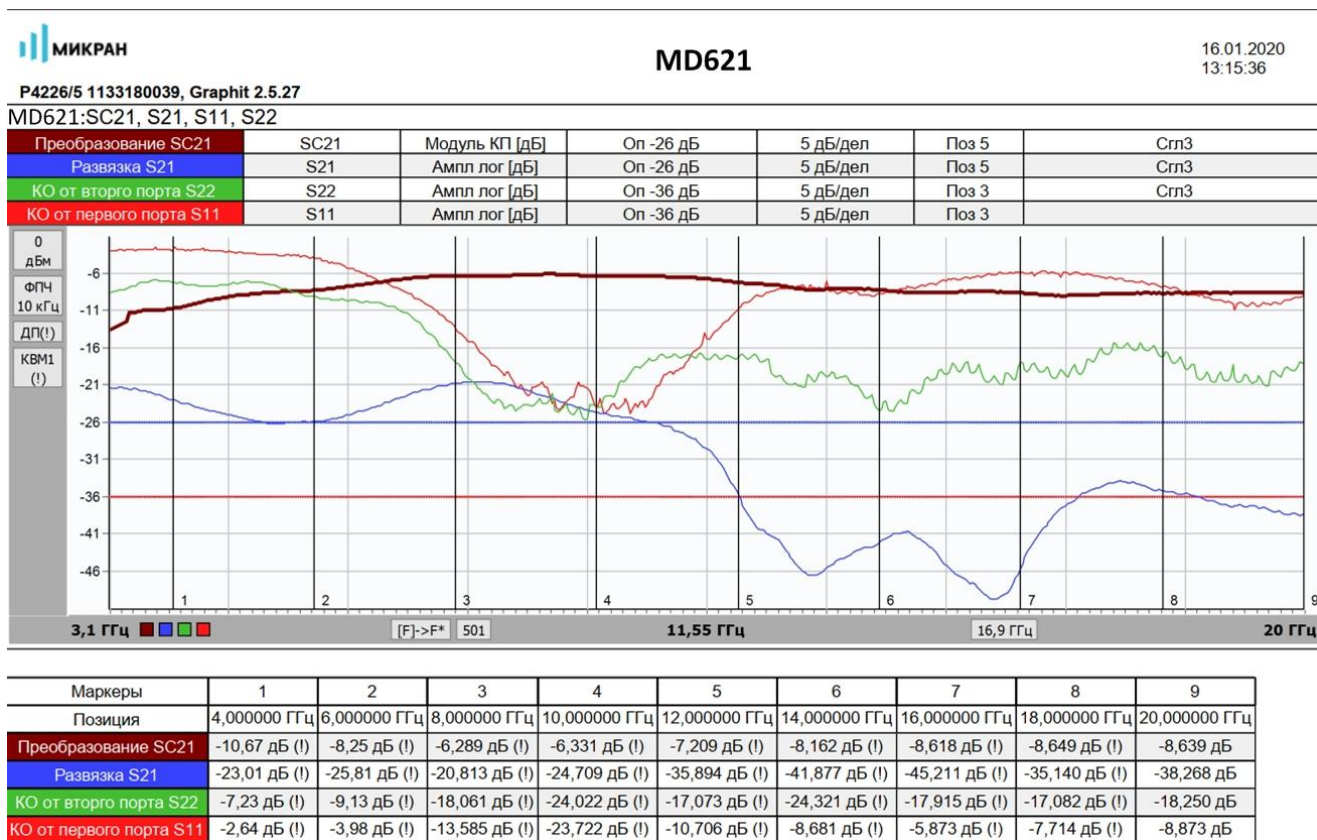

Рис. 27. Результат измерения смесителя «MD621» со скалярной калибровкой
13. Результаты измерения представлены на рис. 27;